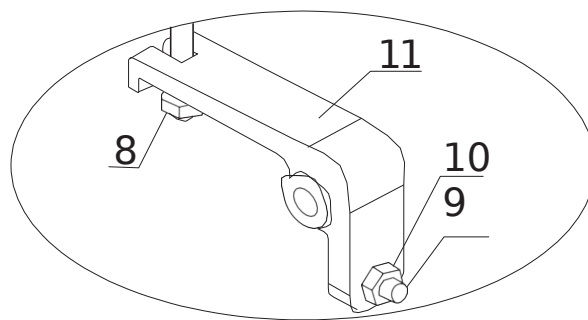

Figura 3
C) Ubique el perno y la tuerca al final de la cadena (No. 17) dentro de la ranura de la placa de la palanca (No. 11). El ensamble está completo. Ver figura 3.
B) El perno (No. 9) de la figura 3 se usa para ajustar el estatus del equipo. Cuando el cuerpo del equipo asciende e inmediatamente desciende, apriete un poco este perno (No. 9) en el sentido contrario a las manecillas del reloj, posteriormente verifique que esté levantando carga normalmente. Si el cuerpo no puede descender, desajuste el tornillo un poco en el sentido contrario, verifique.